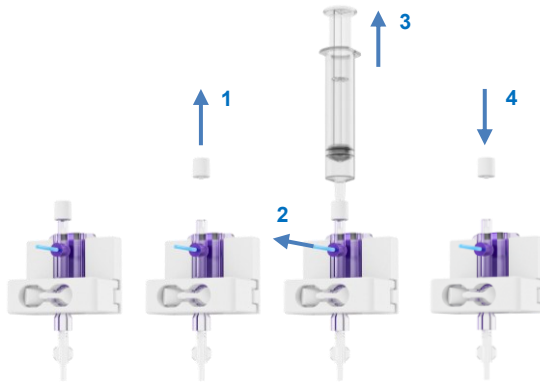

Figura 24 Desaireación del sensor de presión
- Retire la tapa de la parte superior del sensor de presión y coloque una jeringa estéril en el puerto (véase la Figura 24; paso 1).
- Para llenar la línea de presión y eliminar cualquier aire posible, tire de la lengüeta azul a presión (véase la Figura 24; paso 2) mientras aspira con la jeringa (paso 3). Deténgase una vez eliminado el aire.
- Vuelva a colocar la tapa en el sensor de presión (véase la Figura 24; paso 4).